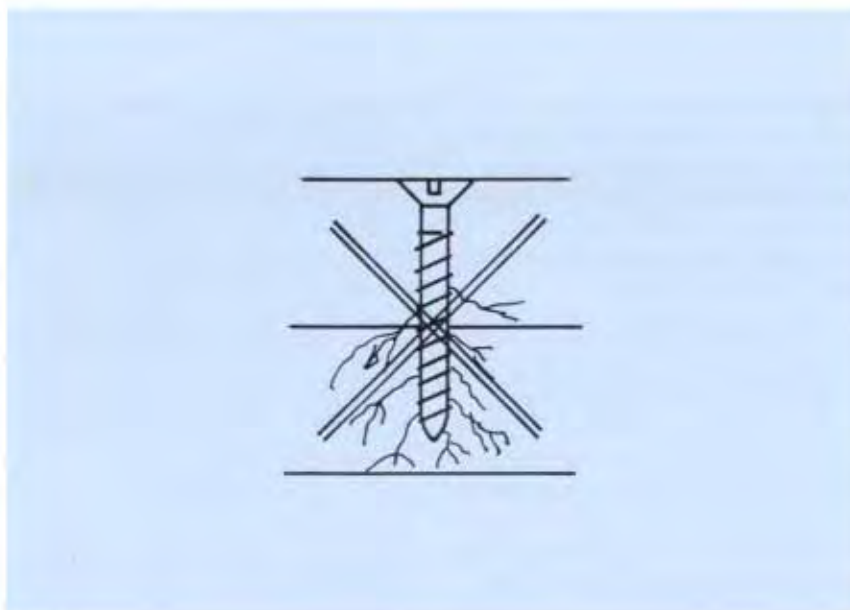

Fig. 23
- No atornillar nunca directamente roscando dentro de los materiales RAUSOLID (efecto de entalladura) (Fig. 23).